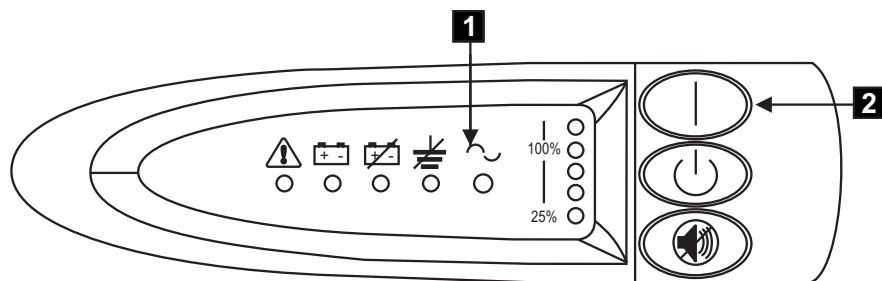

図 90. 2145 UPS の電源スイッチとインディケータ
10. 2145 UPS が自己診断テストを行っている間、2145 UPS のすべてのフロント・パネル・インディケータが、短時間明滅します。テストが完了すると、モード・インディケータ **1** が明滅して、2145 UPS が待機モードになったことを示します。139 ページの図 90 を参照してください。
2145 UPS のオン・ボタン **2** (139 ページの図 90) を、2145 UPS からピープ音が聞こえるまで (約 1 秒) 押したままにします。モード・インディケータが明滅を停止し、負荷レベル・インディケータが 2145 UPS に加えられている負荷のパーセンテージを示します。これで、2145 UPS は通常モードになり、バッテリーの充電を行います。